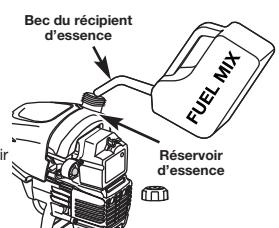

Fig. 4
- Placez le bec du récipient d'essence dans l'orifice du réservoir et remplissez celui-ci (Fig. 4).